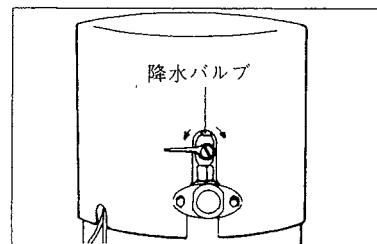

図4
- ❸ 降水バルブを開きます。(レバー左水平)……………図4
② 翌朝使用の時は、次の要領で運転してください。